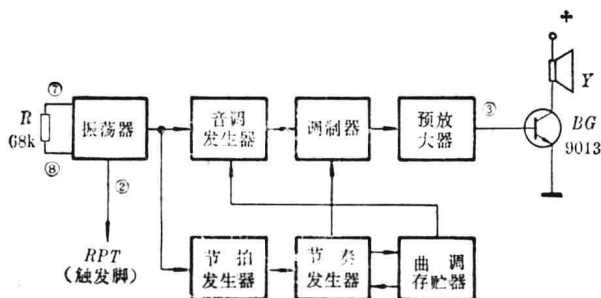

图 1-2
KD-9300 集成块内部结构方框图如图 1-2。振荡器外接一个电阻 R ，当 ② 脚受到一个正信号触发，振荡器即起振。当 $R=68\text{K}\Omega$ 时，振荡频率为 100 千赫。曲调存贮器可存贮 64 个 7 位的代码，其中 4 位用来控制音调发生器，另外 3 位用来控制节奏发生器。音调发生器是一个已编好程序的分配器，根据曲调存贮器编码的不同频率进行分配。音调的频率范围包括两个 8 度音。节奏发生器包括 8 种音符和相应的休止符。调制器、节拍控制器和预放大器这三部分，内有一个只读存贮器和 4 个不同的电流源。内部的只读存贮器为关闭和接通 4 个不同的电流源提供一组顺序编码，其输出用来驱动外接功放三极管推动扬声器。